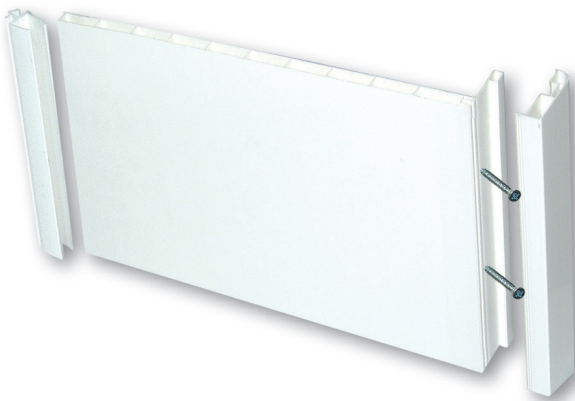

Рис. 2
5. Прикрепить капинос откоса шурупами к стене (рис. 2).